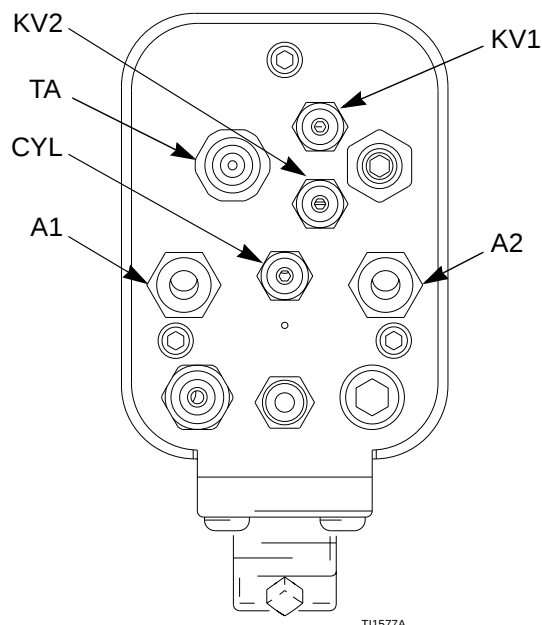

Fig. 12. Luftanslutning på fördelningsrör
4. Ställ in sönderdelningsgraden med tryckluftregulatorn på sönderdelningsluftledningen (A1). Se Fig. 12. Krävs t.ex. 0,3 l/min flöde ska sönderdelningslufttrycket vara normalt 1,4-2,1 bar (0,14-0,21 MPa) vid pistolfördelningsröret.
1. Aktivera pistolen och sätt sedan på turbinluften (TA). Se Fig. 12.
1. Lägg på minst 3,5 (0,35 MPa) lufttryck på cylinderluftkopplingen (CYL) så att till/frånsekvensen för sönderdelningsluften (A1), mönsterluften (A2) och vätskan (P1) aktiveras. Se Fig. 12.
2. Slå till och från pistolfunktionerna med luftmagnetventilerna på cylinder- (CYL) och turbinluftmatningarna (TA).